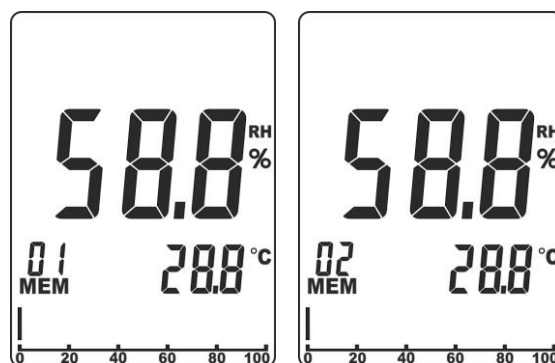

Fig. 3: Guardado de los resultados de la medida
1. Con el resultado presente en el visualizador (ver la Fig. 3 – parte izquierda) pulse y mantenga pulsada (>2s) la tecla **MEM/ALM** hasta oír un sonido en el instrumento
2. El resultado de la medida se guarda en la posición indicada en la parte inferior del visualizador (ver el Fig. 2 – parte 15) y automáticamente el instrumento muestra la siguiente posición disponible (ver la Fig. 3 – parte derecha)